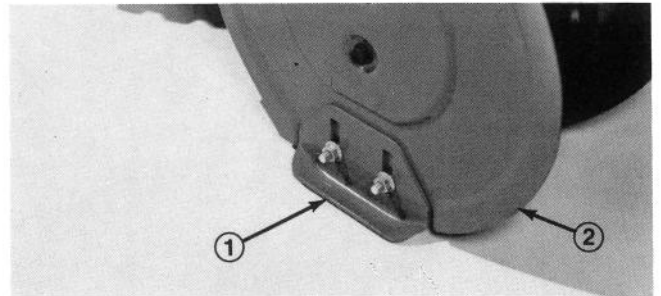

Abb. 27
1. Die Schneefräse auf eine ebene Fläche stellen. Dann die vier Bundmutter (Abb. 27) lösen, mit denen beide Kufen an den Seitenplatten des Räumgehäuses befestigt sind. Die Kufen müssen sich nach unten und oben verschieben lassen.
3. Die vier Bundmutter (Abb. 27), mit denen beide Kufen an den Seitenplatten des Räumgehäuses befestigt sind, lösen. Dann die Kufen ganz nach unten schieben, so dass das Räumgehäuse grösstmöglichen Abstand vom Boden hat. Nun die Bundmutter wieder festziehen.